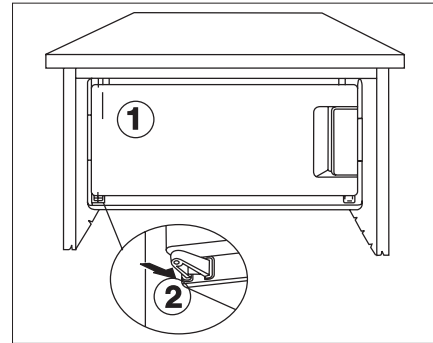

Abb. 8
- Unteren Scharnierträger in Scharnierzapfen einführen und in das Scharnierloch drücken bis er einrastet. (Bild 8).